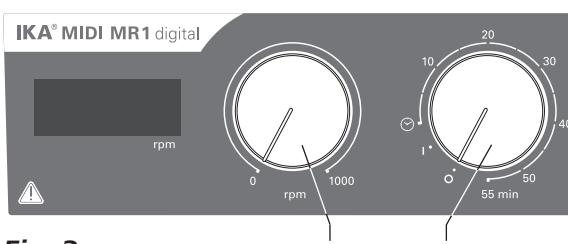

Fig. 3
- ⇒ K zapnutí zařízení otočte otočným ovladačem „**Zapnout/vypnout**“ a „**Časovač**“ (**B**, viz Fig. 3) ve směru hodinových ručiček do polohy „**1**“.
- ⇒ Nastavte otáčky motoru pomocí regulačního ovladače „**Otáčky**“ (**C**, viz Fig. 3). Otáčky motoru lze nastavit v rozsahu od 0 do 1000 rpm u **MIDI MR 1 digital** a od 0 do 600 rpm u **MAXI MR1 digital**.